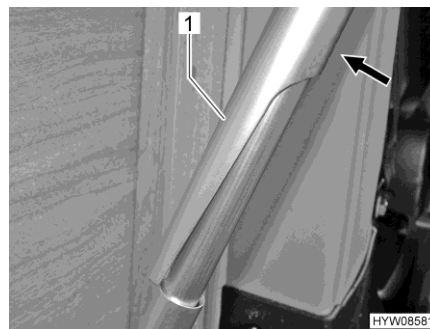

Fig. 48 Pie de apoyo (desbloqueado)
- Empujar la parte superior de la pata de mesa (Fig. 48,1) hacia la pared exterior (Fig. 48).